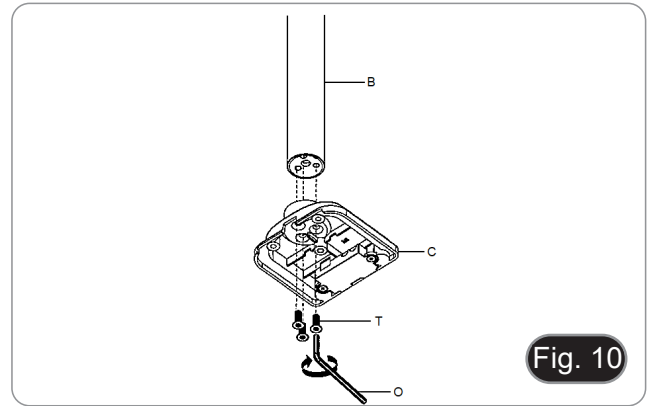

Fig. 9
10. Connecter le récepteur USB de la souris à la prise "USB Mouse" ⑥.
11. Insérer la carte SD dans la fente ⑦.
12. Connecter la fiche de l'alimentation électrique de la caméra ⑧.
14. Appuyez sur le bouton "ON/OFF" ⑨ pour allumer la caméra. L'indicateur LED ⑩ passe du rouge au bleu. (Fig. 9)